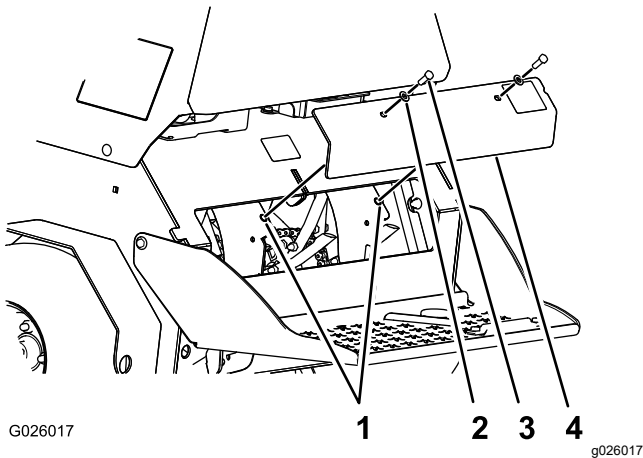

Figura 72
3. Retire los 2 pernos ($\frac{3}{8}$ " x 1") y las 2 arandelas ($\frac{3}{8}$ ") que sujetan el panel de la cubierta trasera al chasis, y retire el panel (Figura 72).
6. Alinee los orificios del panel de la cubierta trasera con los orificios del chasis (Figura 72).
7. Sujete el panel de la cubierta al chasis con los 2 pernos y las 2 arandelas (Figura 72) que retiró en el paso 3, y apriete los pernos a 37-45 N·m (27-33 pulgadas-libra).